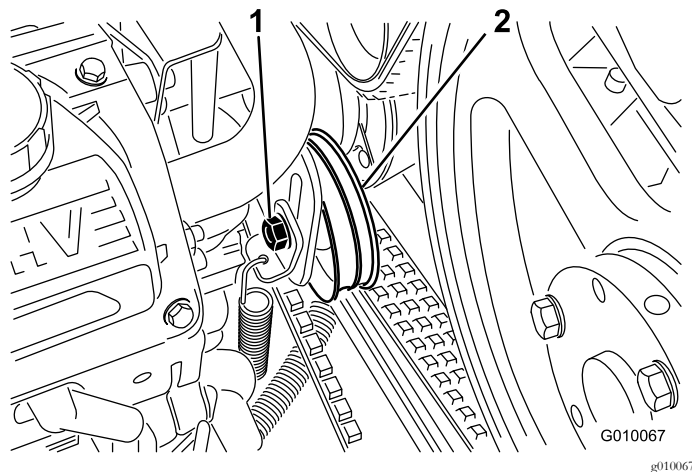

Figura 57
4. Afloje el perno de la polea tensora de la bomba sólo lo suficiente para permitir que se desplace dentro de la ranura de ajuste (Figura 57).